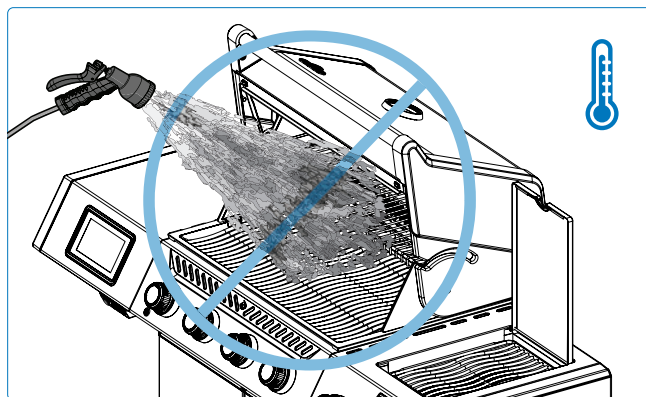

Fig. 16
1. Sluk aldrig en flamme eller kontroller opblussen med vand (**Fig. 16**).